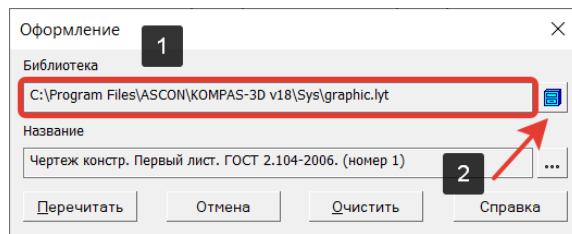

Рисунок 194 – Окно выбора библиотеки оформления
Диалоговое окно позволяет назначить оформление, которое будет использоваться для листа/листов (Рисунок 194).
В строке Библиотека отображено полное имя к файлу библиотеки (1). Чтобы присвоить другой файл библиотеки необходимо нажмем на кнопку справа (2) (Рисунок 194).